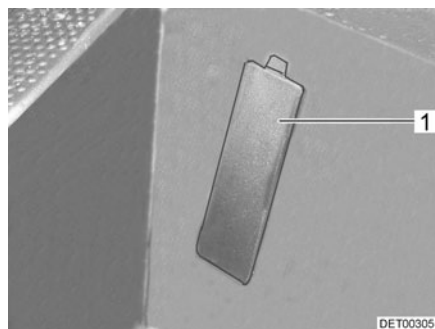

Fig. 261 Tapa del número de chasis (vehículo básico Fiat)
- ▷ En los vehículos con base de Fiat, el número de chasis se encuentra debajo de una tapa (Fig. 261,1) en la entrada del lado del acompañante.